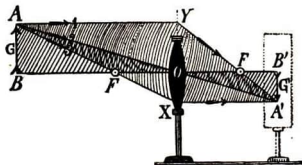

Abb. 262. Die drei ausgezeichneten Strahlen]
so folgt aus dem Winkelhakensatz (Abb. 262;  $\sphericalangle R X S = \sphericalangle R' X S'$ ), daß die austretenden Strahlen **auseinanderlaufen**. Bringt man das Auge in
**4. Zur raschen Zeichnung des Bildortes dienen wieder die drei ausgezeichneten Strahlen** (Abb. 262).